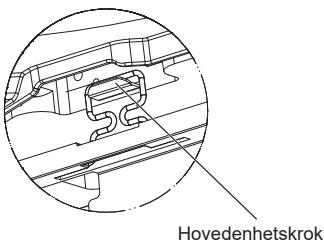

Fig. 10-5
- Juster skruehullene i hjørnene på grillen med skruens monteringshull i hjørnene på hovedenheten, lås de to krokene på grillen på dreneringspennens anslag på hovedenheten, og midlertidig heng opp grillen. (Fig. 10-5)
- Etter å ha strammet skruen, bekrefte at de to grillkrokene (Fig. 10-5) er låst til krokene på hovedenheten.